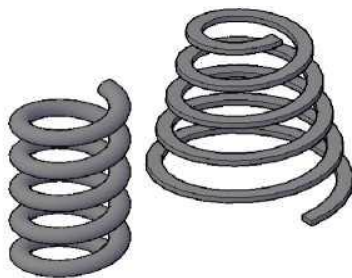

Рис. 59 – Пример выполнения пунктов 7–13
13. Повторить аналогичные действия по пункту 8 для прямоугольного сечения и конической спирали (рисунок 59).